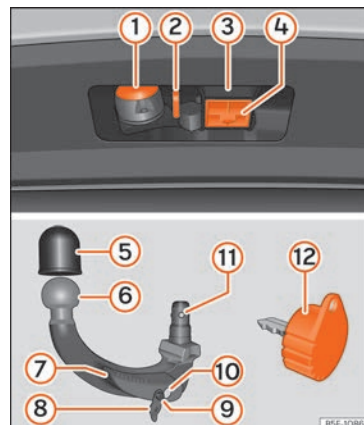

Abb. 169 Halterung der Anhängervorrichtung / Anhängerkupplung / Schlüssel
- Der obere Bereich der Aufnahme der Anhängerkupplung ist mit Schmierfett versehen » Abb. 169 ③. Wenn Sie die Vorrichtung verwenden, stellen Sie sicher, dass das Fett nicht entfernt wurde.
- Den Verschlussdeckel der Hakenaufnahme » Abb. 169 ④ nach unten abnehmen.
- Setzen Sie den Verschlussdeckel (4) auf seine Aufnahme » Abb. 169.